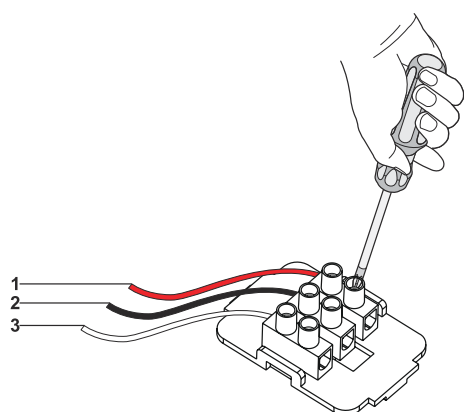

Fig. 24
- 1. ➤ **NC / COM:** När dessa 2 anslutningar används och fläkten stängs av kommer fläkten skicka en signal till den anslutna enheten (Fig. 24).
- 2. ➤ **NO / COM:** När dessa 2 anslutningar används och fläkten sätts på kommer fläkten skicka en signal till den anslutna enheten (Fig. 24).